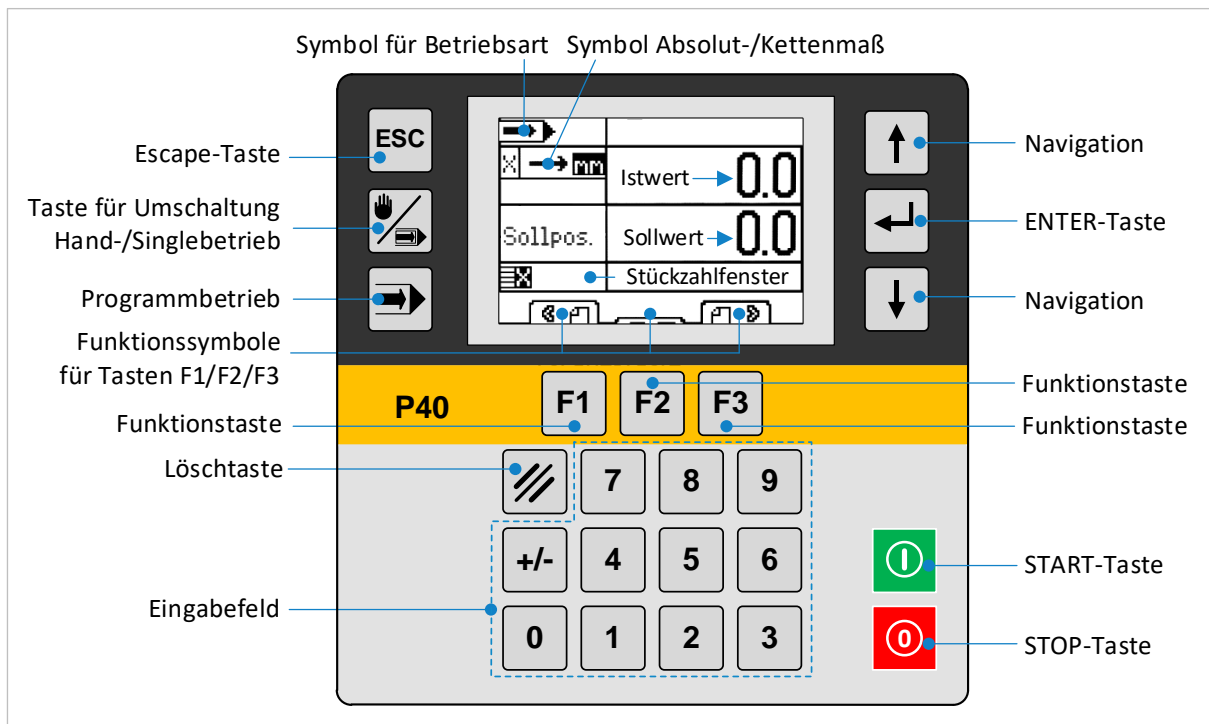

Abbildung 11: Tastatur- und Anzeigefunktionen der P40-Steuerung
Nach jedem Einschalten der Positioniersteuerung muss zunächst der Materialanschlag der Rollen- und Messbahn referenziert werden → Die Referenzfahrt wird über die Taste „F2“ (siehe ⇒ Abbildung 11) gestartet.
- Wird die Position falsch eingegeben, können Sie den Wert mit der Löschtaste (⇒ Abbildung 11) löschen.
- Bei falsch eingegebener Position können Sie den Wert mit der Löschtaste (⇒ Abbildung 11) wieder löschen.